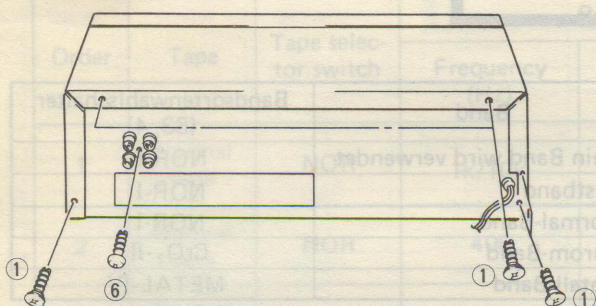

Fig. 2 Abb. 2
2. **Top Cover (Fig. 2)**
5. **Main P.W.B. (Fig. 2, 5)**
2. **Obere Abdeckung (Abb. 2)**
5. **Haupt-Leiterplatte (Abb. 2, 5)**
2. **Couvercle supérieure (Fig. 2)**
5. **Plaquette de câblage imprimé principal (Fig. 2, 5)**